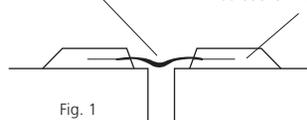

Fig. 1
- dépolier parfaitement le fond de l'engravure, appliquer une couche de **532 UTAREP H 80 C\*** ou **533 UTAREP H 80 F\*** à la spatule, placer **263 LANKOPONTAGE** en formant une « lyre » dans le joint et coller les deux rabats en polyester non tissé en les marouflant de manière à éliminer les poches d'air et faire ressortir la colle époxy en bordure (Fig.1).